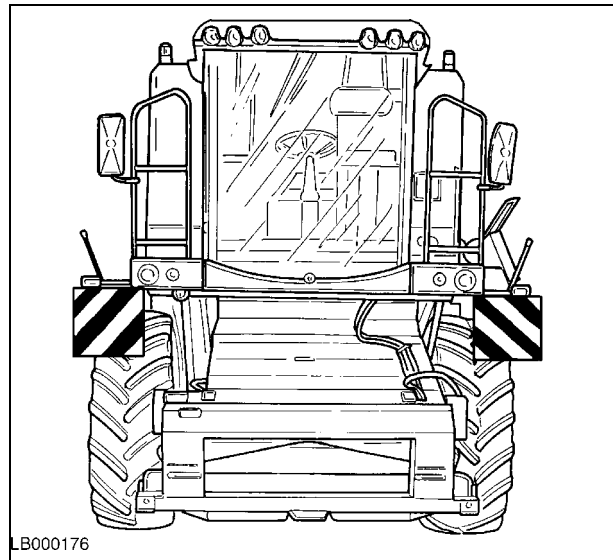
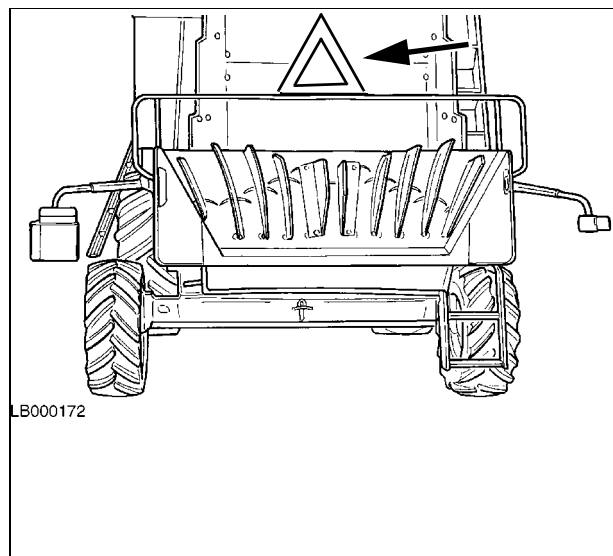

Рис. 21
Рис. 23
**Светоотражательные таблички для передвижения по дорогам - Рис. 21 – Рис. 23**
- c) ДАНИЯ, ШВЕЦИЯ: Красная светоотражающая табличка треугольной формы, закрепленная на задней стороне машины (Рис. 23).
- На передней части, на двух опорных кронштейнах для фонарей (Рис. 21).